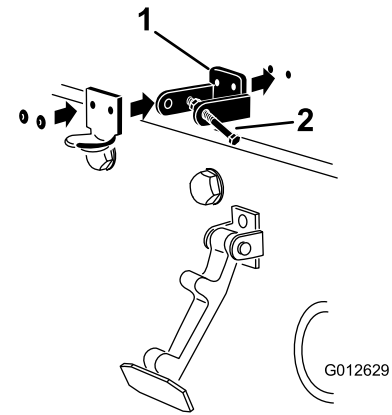

Bild 18
5. Nieten Sie die Halterungen und Scheiben an die Haube (Bild 18).
3. Fluchten Sie die Befestigungslöcher aus und positionieren Sie gleichzeitig die Halterung des CE-Riegels und des Motorhaubenriegels auf der Motorhaube. Die Riegelhalterung muss an der Haube anliegen (Bild 18). Nehmen Sie die Schraube und Mutter nicht vom Halterungsarm für den Riegel ab.